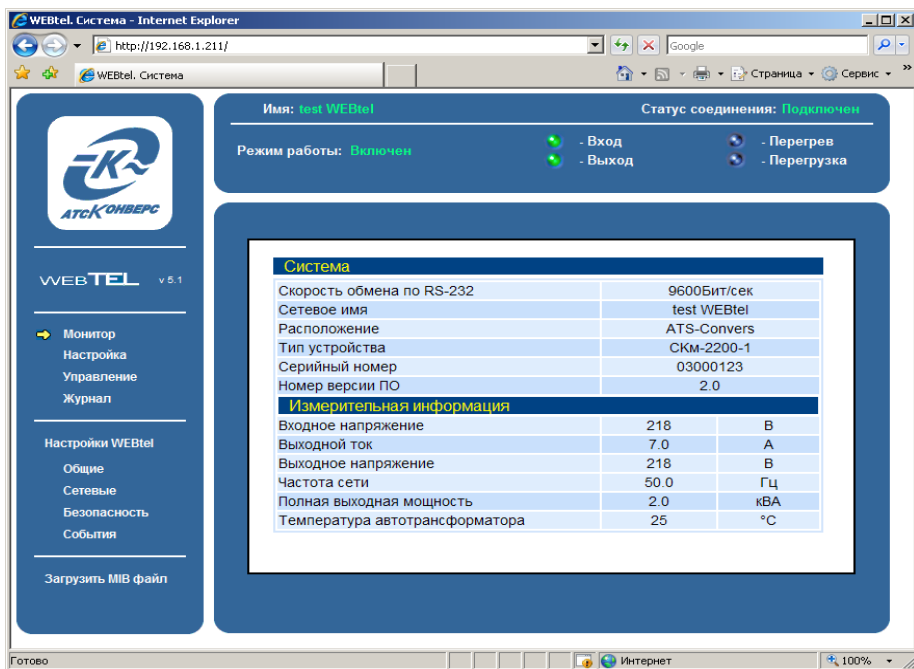

Рисунок 8 – Страница состояния контролируемого объекта
Для просмотра web-страниц адаптера необходимо запустить web-браузер (рекомендуется использовать Microsoft Internet Explorer 5.x и выше, поддержка Java-скриптов должна быть включена), и в строке для ввода адреса ввести IP-адрес адаптера, например «*http://192.168.1.211*». После ввода адреса адаптера автоматически отображается страница состояния контролируемого СКМ (рисунок 8).
Располагается в левой части окна web-браузера (рисунок 8) и служит для открытия соответствующих страниц адаптера.
7.2.1 Отображается в верхней части окна web-браузера (рисунок 8) и служит для контроля общего состояния СКМ. Информация в панели оперативного статуса обновляется автоматически каждые 10 секунд.
Данная страница (рисунок 8) выводится автоматически при подключении к веб-серверу адаптера и обновляется автоматически каждые 10 секунд.